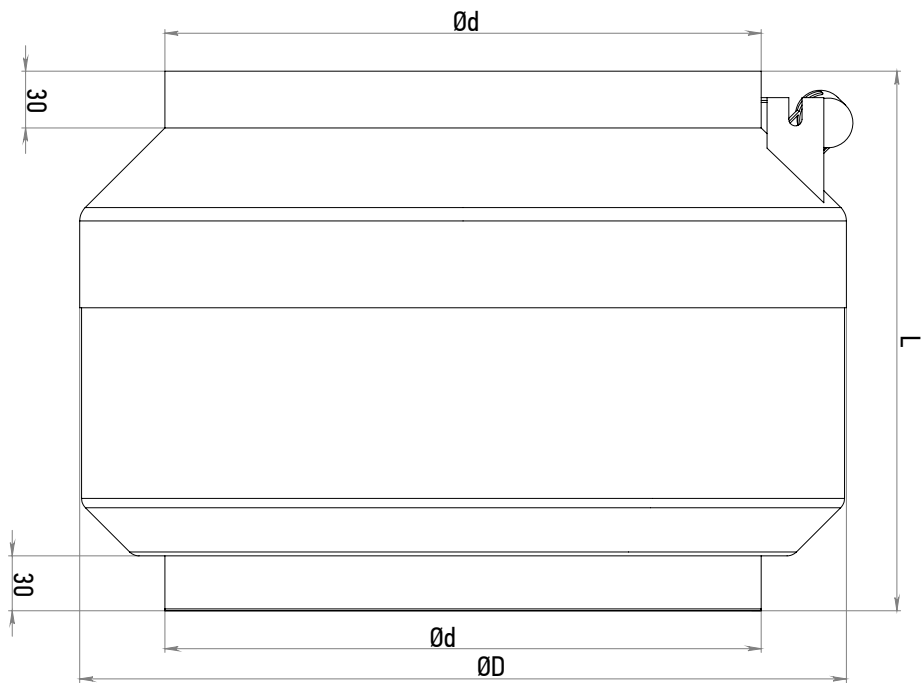

Рис. 3. Габаритные размеры изделия
4.2 Габаритно-присоединительные размеры вентилятора (Таблица 3, Рис. 3).